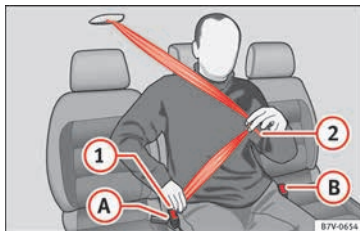

Fig. 90 Abrocharse el cinturón del asiento central de la segunda fila.
- Tire hacia abajo de la cinta del cinturón por la lengüeta de cierre » » » fig. 90 . No doble el cinturón al hacerlo » » » .
- Pase la cinta del cinturón por la región pélvica del ocupante tirando de la lengüeta de cierre » » » fig. 90 .
- Presione la tecla roja en el cierre » » » **fig. 90**